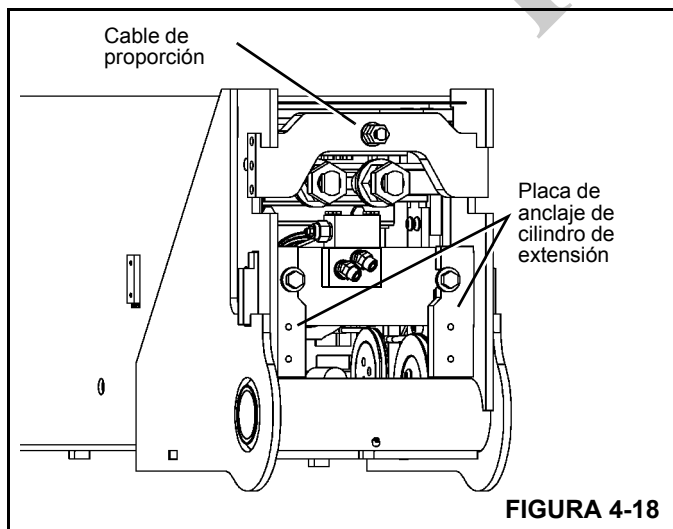

FIGURA 4-18
7. Enhebre el cable de proporción a través de la placa de anclaje e instale la placa de anclaje (Figura 4-18) siguiendo el orden dado a continuación: